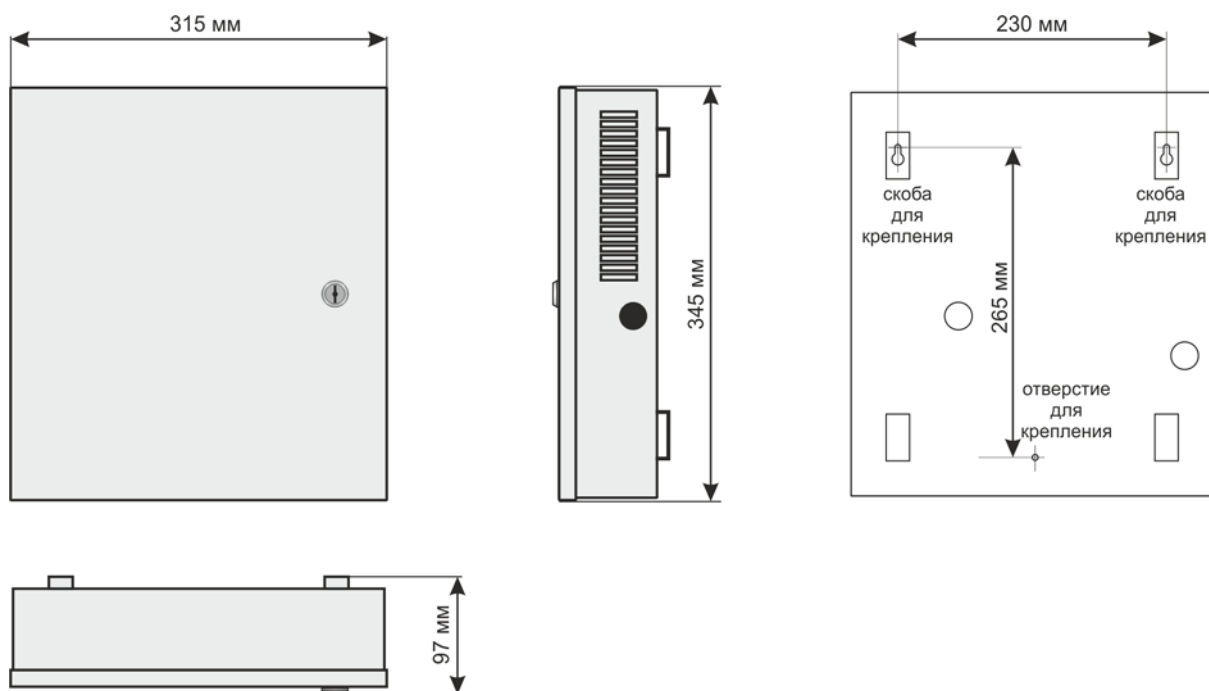

Рисунок 8
СФ-2001.24 поставляется в металлическом корпусе (рис. 8). Корпус имеет внешнюю дверцу, которая оборудована замком. На торцах корпуса расположены вентиляционные отверстия прямоугольной формы. На задней стороне корпуса расположены 4 скобы, 2 монтажных отверстия $\varnothing 20$ мм для прокладки кабеля и отверстие $\varnothing 5$ мм для фиксации корпуса на стене. С правого и левого торцов корпуса находятся монтажные отверстия $\varnothing 20$ мм закрытые пластмассовыми заглушками.
- в) В соответствии с шаблоном на рис.8 установите системный блок на стене. Проводку кабеля удобно осуществлять с задней стороны корпуса. Для этого между корпусом и стеной имеется зазор 10 мм. Так же возможна подводка кабеля с торцов корпуса, при этом необходимо удалить пластмассовые заглушки.